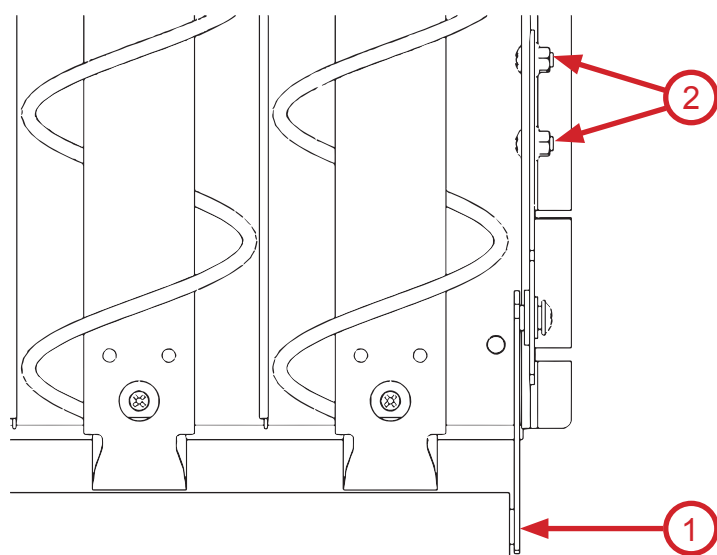

Рисунок 59 - Установка ограничителя
Для высоких бутылок или банок предусмотрен дополнительный механизм от случайного выпадения и застревания товара, находящегося ближе к витрине - ограничитель бутылок (5) с комплектом крепления (см.рис.59).